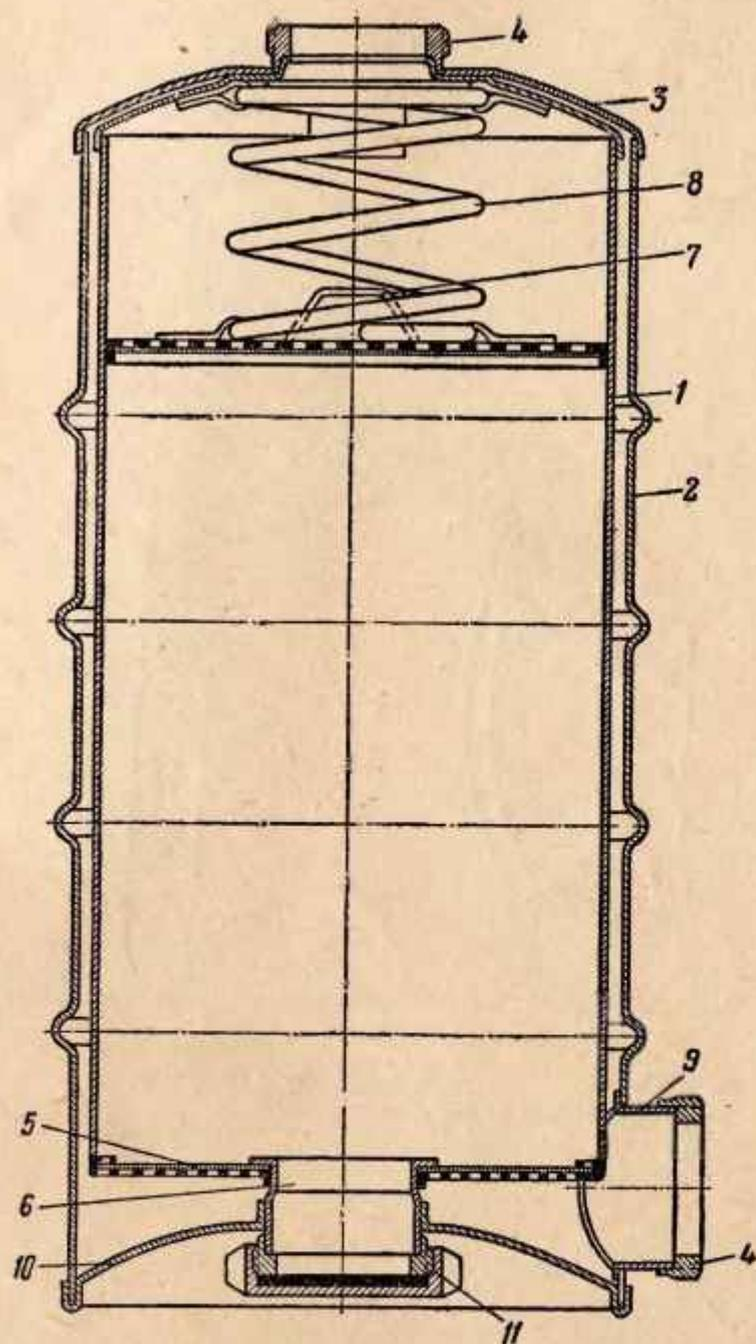

Рис. 5. Поглощающий патрон (разрез):
5. Поглощающий патрон (рис. 5) служит для очистки выдыхаемого воздуха от углекислого газа; снаряжен химическим поглотителем (ХПИ) в количестве 1300 — 1400 г. Поглощающий патрон состоит из внутреннего патрона 1 и наружного корпуса 2 для уменьшения отдачи тепла, крышки 3, резьбовых колец 4 для присоединения патрона к выдыхательной соединительной трубке и к дыхательному мешку, сетчатого дна 5 с отверстием для штуцера 6, верхней подвижной сетки 7 с пружиной 8, дна 10, отвода к дыхательному мешку 9 и заглушки 11.